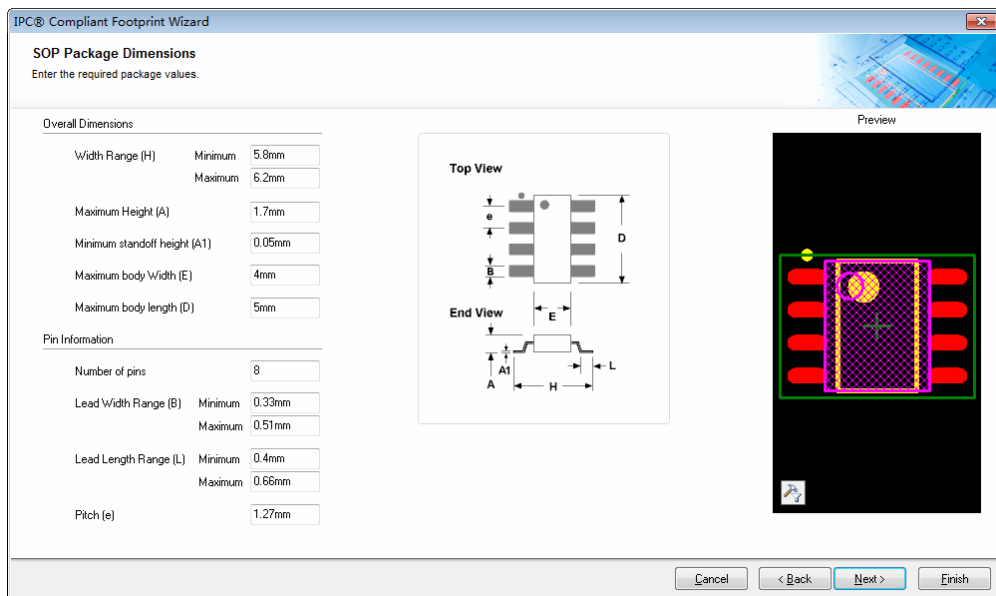

图 19-7 SOP 封装几何尺寸设置
3) 单击 Next 按钮，进入尺寸设置界面，输入如图 19-7 所示的封装尺寸，这些数据来自于 PL-2303SA 的数据手册。